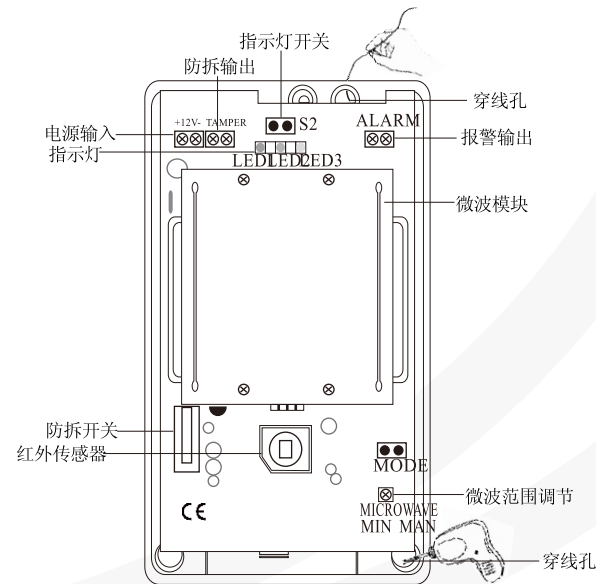

图.6 结构示意图
- 在外壳的底部或者侧面打开穿线孔，以便接入线缆（图6）；
- 将线接到探头顶部的接线柱上（图6）